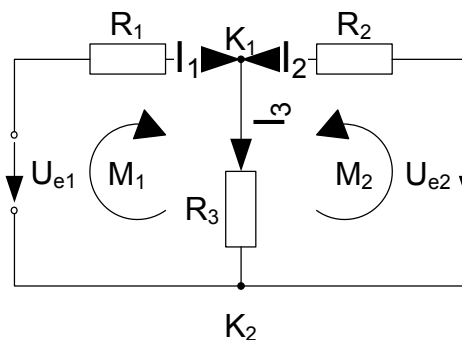

Abbildung 1.15: Kirchhoffsche Regeln
2. Stellen Sie mittels der Maschenregel für jede der beiden Maschen aus Abbildung 1.15 je eine Gleichung auf. Die Umlaufrichtungen sind durch die Abbildung gegeben.